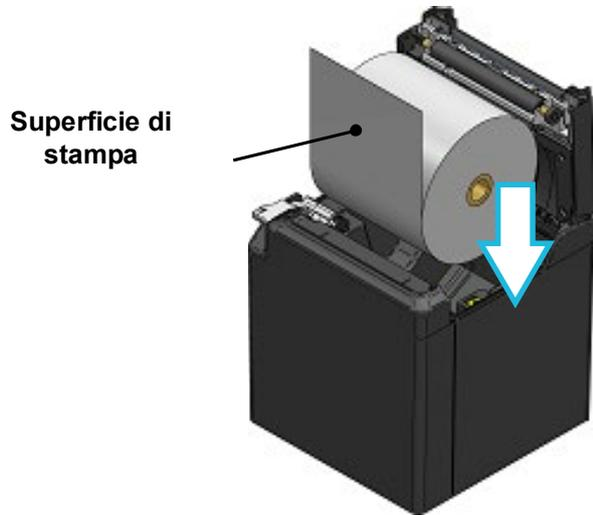
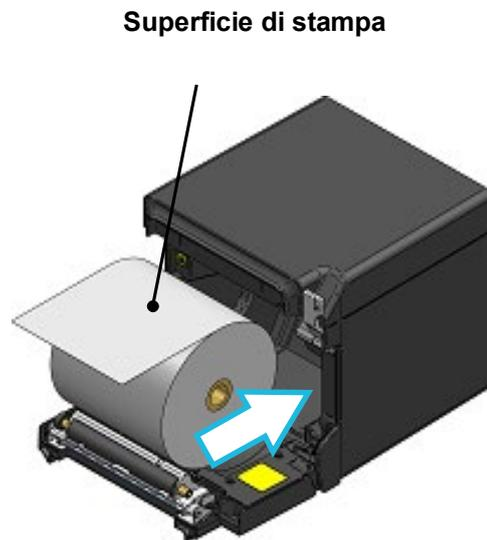

Figura 8-3 Direzione di inserimento della carta termica (espulsione dall'alto)
Figura 8-4 Direzione di inserimento della carta termica (espulsione dalla parte anteriore)
- (2) Rimuovere l'estremità incollata dalla carta termica.
- (3) Caricare la carta termica nel supporto della carta. A questo punto, caricare la carta termica nella direzione indicata nella Figura 8-3 e nella Figura 8-4.